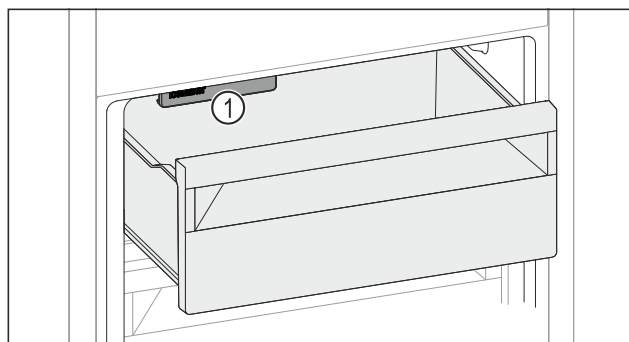

Fig. 157
- ▶ Dávejte pozor na IceMaker Fig. 157 (1).